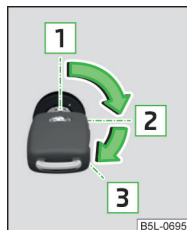

Fig. 117
Bilnøgles positioner i tændingslåsen » Fig. 117
- Drej nøglen til position **3** » Fig. 117 på side 94; startforløbet påbegyndes. Slip så nøglen. Motoren starter automatisk.
- Drej nøglen til position **1** » Fig. 117 på side 94.